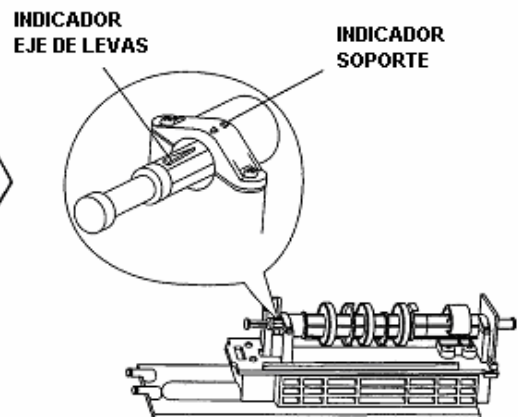

FIGURA 4.2.
- Desbloquear el eje de levas, situándolo en la posición indicada en la Figura 4.2., para girar el eje de levas debe rotarse suavemente en sentido anti-horario.